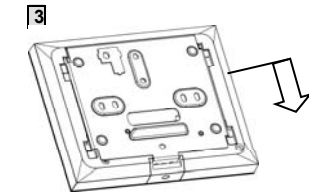

Fig.1
- Sganciare la tastiera dalla staffa a muro facendola slittare (Fig. 1).
- Remove the keypad from the wall bracket by sliding it (Fig. 1).